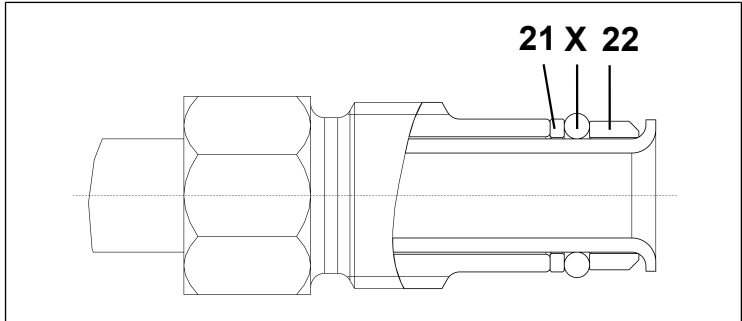

Abb.17: Korrekte Position des O-Rings
i Achten Sie beim Wechsel der O-Ringe auf die korrekte Position der neuen O-Ringe (zwischen Hülse (22) und Gleitscheibe (21); siehe Abb. 17).